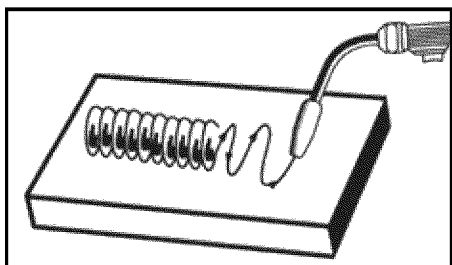

Fig. 9b
- El CORDÓN DE VAIVÉN se utiliza cuando se desea depositar metal sobre un espacio más ancho de lo que sería posible con un cordón recto. Se realiza moviendo el soplete de forma oscilada de un lado al otro. Lo mejor es hacer una pausa momentánea en cada lado antes de oscilar hacia el lado contrario. (Fig. 9b)